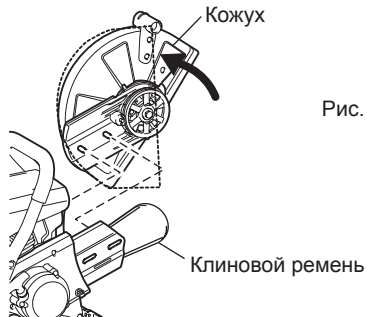

Рис. 2
- (3) Поверните кожух в положение, отмеченное пунктиром. Снимите клиновой ремень и затем снимите режущий узел с бензореза. Установите рукоятку в новое положение. (Рис. 2)